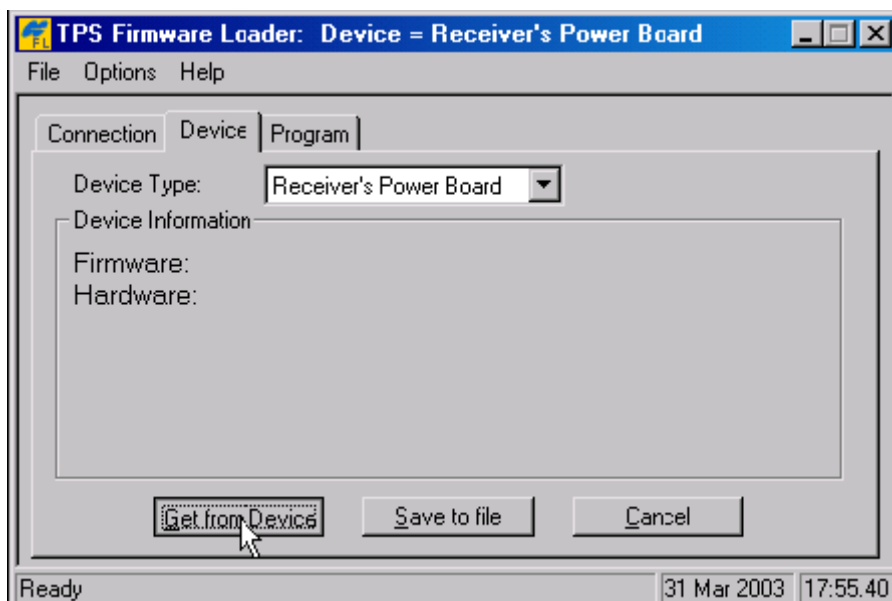

Рисунок 5-21. Установите тип устройства *Receiver's Power Board*
5. Выберите вкладку *Device*, в ней выберите значение *Receiver's Power Board (Плата питания приемника)* для поля *Device Type (Тип устройства)*. После этого щелкните на кнопке *Get from Device (Опросить устройство)* для получения сведений об устройстве, см. рис. 5-21.